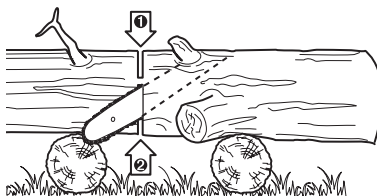

Fig. 34
3. Quando o tronco é suportado em ambas as extremidades (Fig. 34), cortar 1/3 do diâmetro a partir do topo (por cima). Em seguida, fazer o corte acabado por baixo da parte inferior 2/3 para satisfazer o primeiro corte.